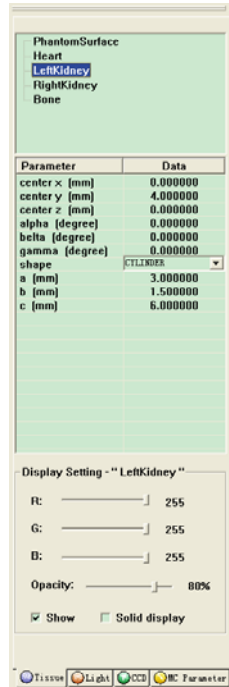

图 12-11. MC 模拟参数设置
f.‘Display Setting’，在每个环境下，侧边栏中有一块区域用来设置各个绘制物体的显示属性，用左键点击相关物体时，这一区域将对选择物体的显示属性进行设置，如图 12-11：